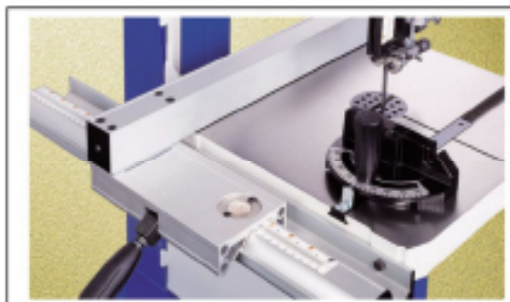

Abbildung 12
4. Ziehen Sie die Klemmschraube fest. (siehe Abbildung 12)